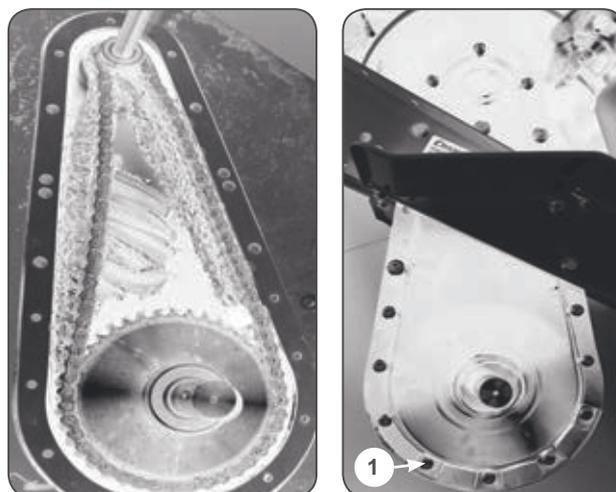

РИС.8А
Для замены смазки снимите редуктор с культиватора, открутите болты крепления по левини корпусу редуктора (1) РИС.8А.